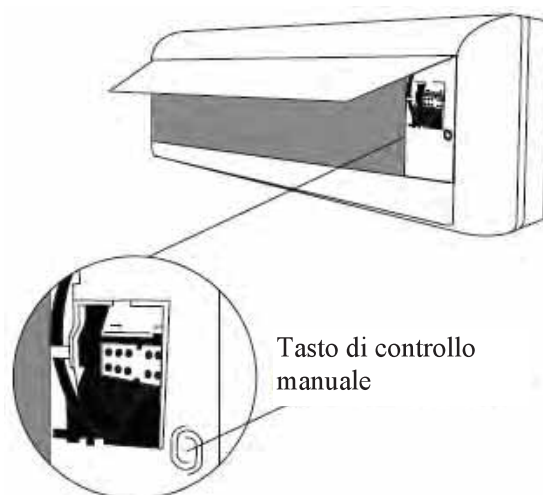

Fig. 8.1
2. Il tasto di **CONTROLLO MANUALE** è collocato sul lato destro dell'unità. Premerlo 2 volte per selezionare la funzione FREDDO. Vd. **Fig 8.1**.